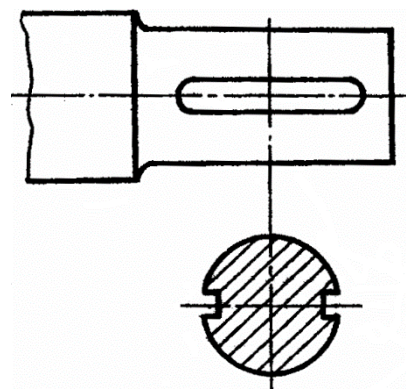
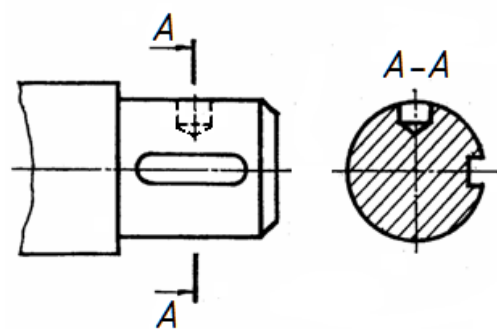

Рис.59
Рис.60
- **вынесенные** (расположены вне изображения предмета) (рис. 59, 60),
Вынесенные сечения обводятся толстыми сплошными основными линиями, наложенные - тонкими сплошными линиями. Вынесенные сечения предпочтительнее. Их можно располагать в разрыве между частями одного и того же вида (рис. 61-б, 62); на продолжении линии сечения (рис. 59) или в любом месте поля чертежа (рис. 60).
Секущие плоскости выбирают так, чтобы получить нормальные поперечные сечения. Если секущая плоскость проходит через ось вращения отверстия или углубления, то контуры отверстия показывают полностью (рис. 60).
Вынесенные сечения не обозначают, если линия сечения совпадает с осью симметрии сечения, а само сечение расположено либо на продолжении линии сечения (рис. 59), либо в разрыве между частями вида (рис. 61-б).